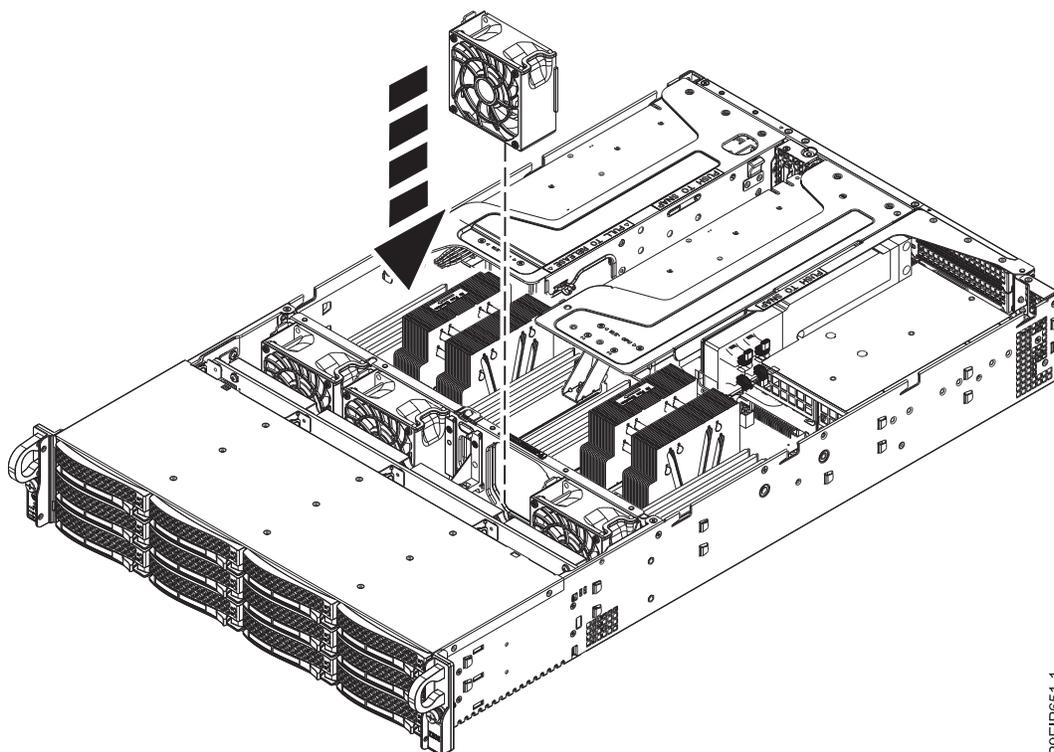

図 32. ファンの再取り付け
2. ファンをシステム内に下ろし、ファンとファン・ホルダーのスロットを位置合わせします (図 32 を参照)。所定の位置に収まるまで、ファンを押し込みます。